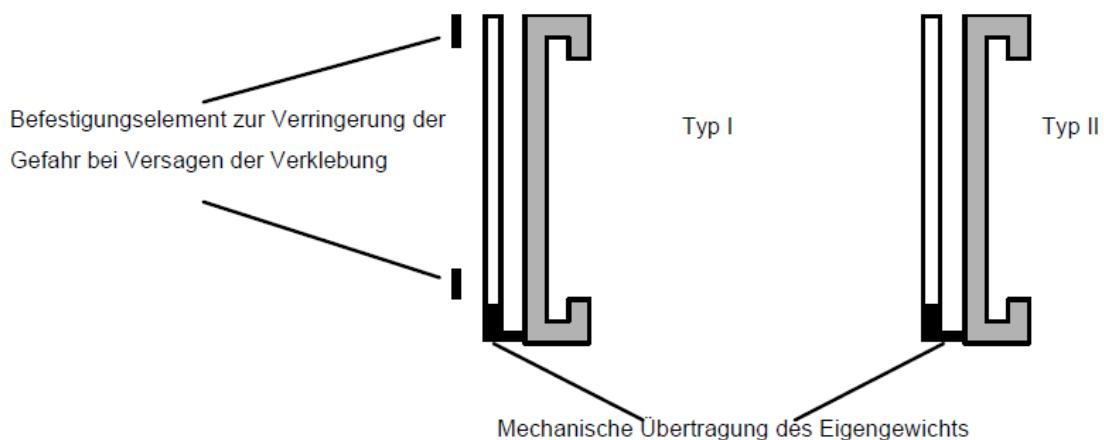

Bild 1 – Schematisches Beispiel für Typ I und II Geklebte Glaskonstruktion (SSGK)
- System 1 für Typ II nach Abs. 2.1, Bild 1
- System 2+ für Typ I nach Abs. 2.1, Bild 1